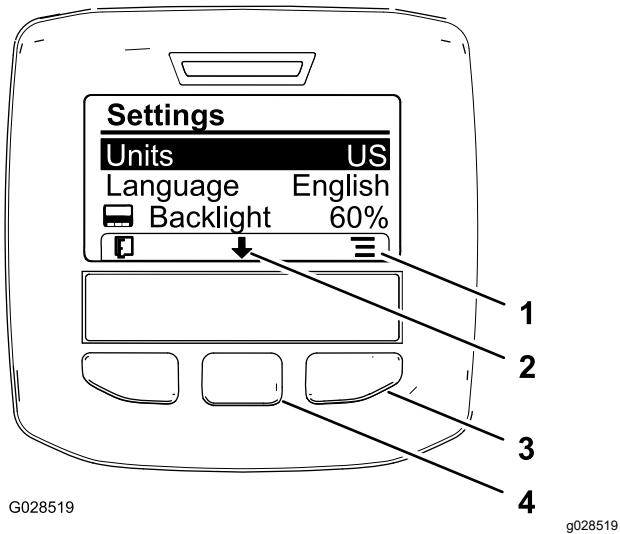

Figure 62
- Pour changer d'unité de mesure, appuyez sur le bouton de sélection droit pour changer la liste des unités affichées (Figure 62).
3. Pour changer la langue de l'affichage, appuyez sur le bouton de sélection central (situé sous la flèche vers le bas dans l'affichage) pour déplacer l'option sélectionnée à Langue (Figure 62).
4. Appuyez sur le bouton de sélection droit (situé sous l'icône de liste dans l'affichage) pour mettre en surbrillance la langue qui sera utilisée dans l'affichage (Figure 62).
6. Appuyez sur le bouton de sélection gauche pour retourner à l'écran d'accueil (Figure 62).